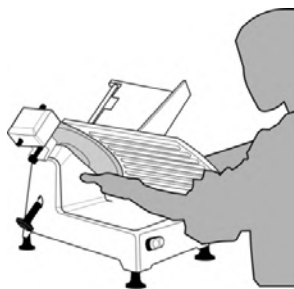

FIG 6. POSICIÓN DE TRABAJO
5.- Encienda el equipo presionando el interruptor (14), la luz piloto se encenderá avisando que el equipo está operando.
6.- Tome la posición correcta de trabajo a un lado de la rebanadora (Fig. 6), y ahora Ud. ya puede comenzar a rebanar el producto; La plancha cuenta con un ángulo de 45° lo cuál facilita el deslizamiento del producto reduciendo el esfuerzo al operar. Mantenga siempre el disco afilado (5)
7.- Al finalizar, siempre apague (14) y desconecte el equipo. Como medida extra de seguridad, ajuste el recorrido de la plancha (6) al mismo nivel que el disco de tal forma que cubra el filo del mismo y así prevenir algún incidente.
8.- Coloque el pisón (9) en su posición original por debajo del carro (3).